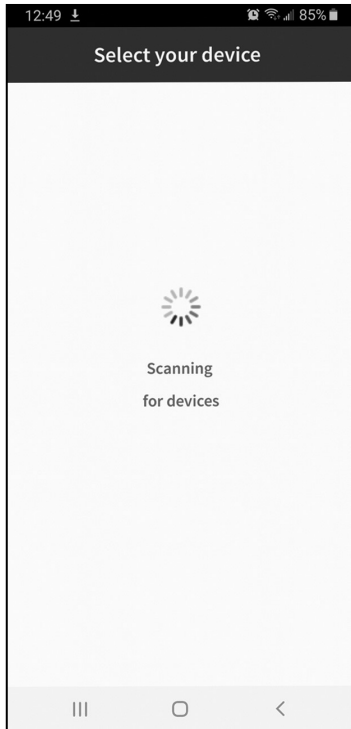

Fig. 18
5. Recherchez des appareils et sélectionnez l'appareil dans la liste (**fig. 18 et 19**).